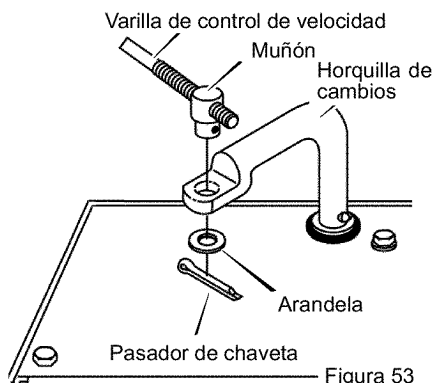

Figura 53
4. Conecte el **muñón** ubicado en el extremo inferior de la **varilla de control de velocidad** al **conjunto de horquilla de cambios**. Vea la Figura 53. La fábrica se encarga de conectar los **sujetadores** al **muñón**.